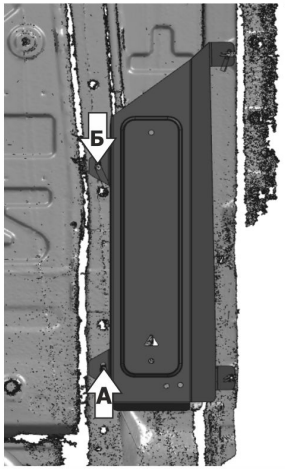

Рис.2
9. Экран 1 завести открытыми пазами на вкрученные болты М6х30 с шайбами 6 в отверстия (В), (Г). В отверстия (А), (Б) вкрутить болты М8х30 с шайбами 8 через закрытые пазы экрана (рис.2).